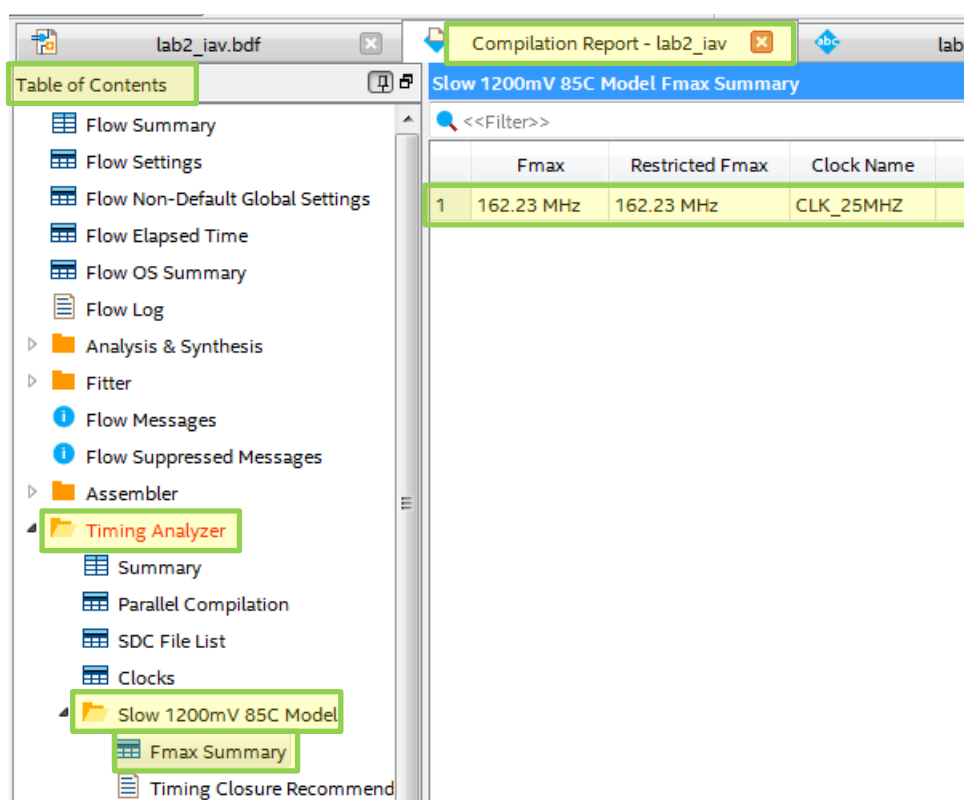

Рис. 39 Окно **Compilation Report** с результатами временного анализа проекта
7.3. В окне **Compilation Report** откройте файл **Fmax Summary** с результатами временного анализа (рис. 39).